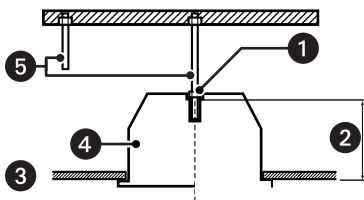

Рис. 19. Установка фундаментных болтов
2. Вставьте два фундаментных болта (не входят в комплект, рекомендуется М10) в бетонный потолок (см. рис. 19).